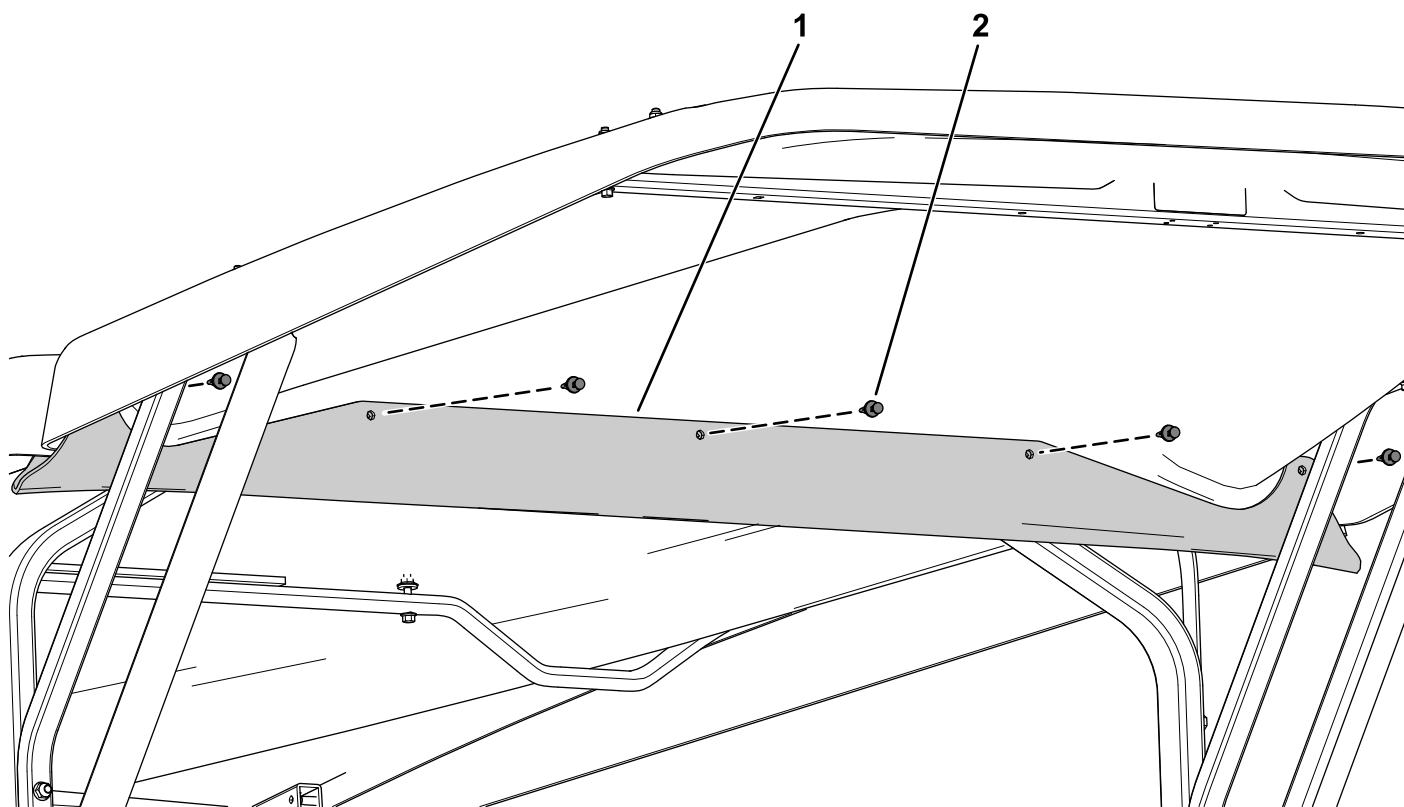

图8
1. 用 5 个塑料铆钉将雨水槽固定至顶篷延长件侧面 图8。